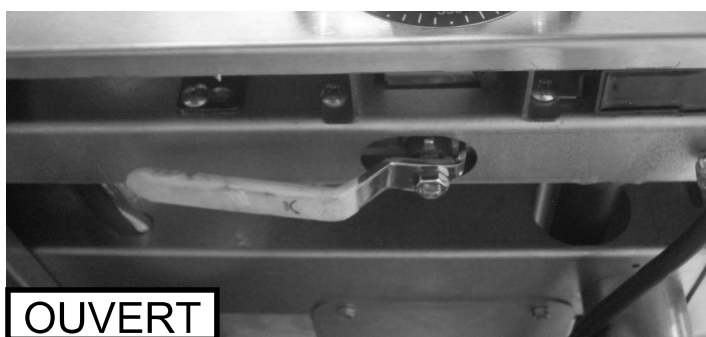

Fig. 5
Chaque section de 30 cm de la plaque chauffante peut être fermée de façon indépendante en réglant le thermostat correspondant à la position FERMÉ. Vous pouvez aussi laisser tous les thermostats réglés aux positions désirées et fermer toutes les sections à la fois en fermant le robinet d'arrêt de la plaque chauffante (Fig. 6). Cela fermera l'alimentation en gaz des veilleuses et des thermostats pour toutes les sections. Pour remettre l'appareil en fonction, il faut ouvrir le robinet d'arrêt de la plaque chauffante (Fig. 5) et rallumer les veilleuses au début de la prochaine période de cuisson. Voir la procédure d'allumage de la veilleuse.
2. Ouvrez le robinet d'arrêt de la plaque chauffante (Voir Fig. 5 à la page 9).